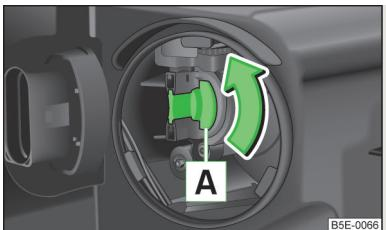

Fig. 223
- › Gire el portalámparas **A** » fig. 223 hasta la tope en el sentido de la flecha y extráigalo.